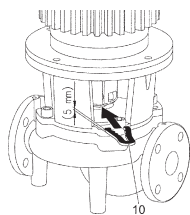

Fig. 13: Placering av montagegaffel
10. Skjut in montagegaffeln (Fig. 13, pos. 10) mellan lanternan och kopplingen. Montagegaffeln ska passa in utan spel.
11. Dra först åt kopplingskruvarna (Fig. I/II/III/IV/V, pos. 1.41) lätt tills kopplingshalvorna ligger mot balanseringsbrickorna.
8. Demontera kopplingen (Fig. I/II/III/IV/V, pos. 1.5).
9. Lossa motorns fästskruvar (Fig. I/II/III/IV/V, pos. 5) från motorflänsen och lyft upp motorn från pumpen med ett lämpligt lyftdon.
13. Skjut in montagegaffeln (Fig. 13, pos. 10) mellan lanternan och kopplingen. Montagegaffeln ska passa in utan spel.